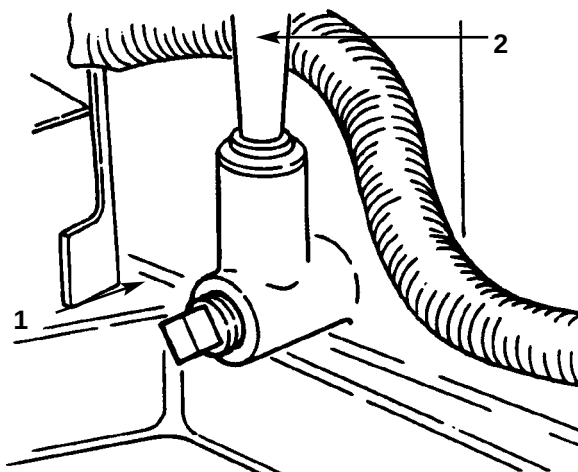

Fig. 34
4. Anbring en beholder under oliemålepinden/påfyldningsrøret og fjern aftapningsproppen (fig 34).